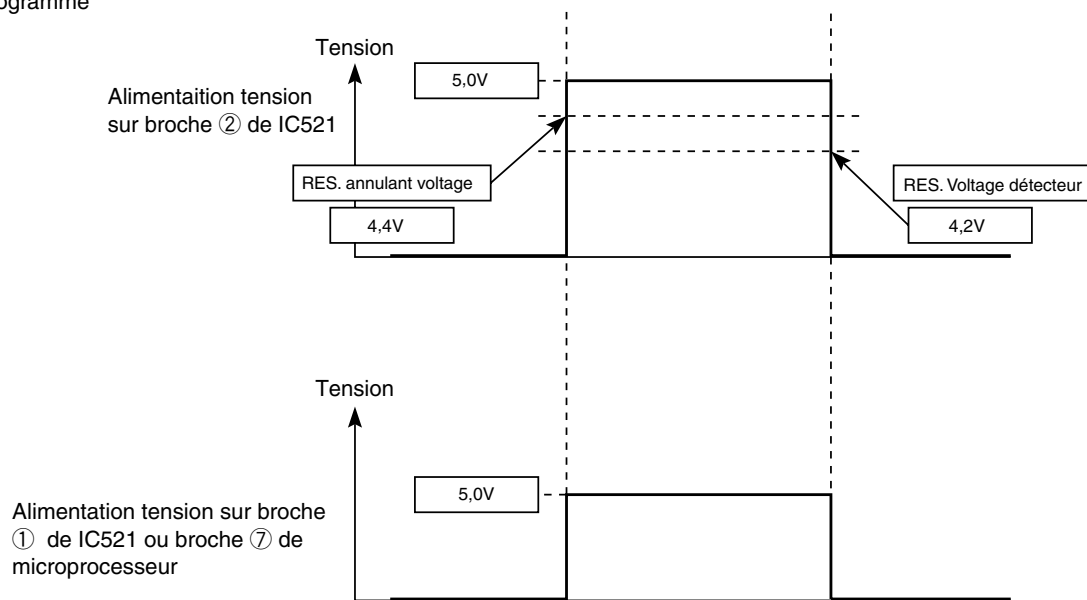

Fig.2-2
- Le microprocesseur opère quand la broche ⑦ du microprocesseur de l'unité intérieure (entrée de remise à zéro) est "Lo" pour la remise à zéro et "Hi" pour le chauffage.
- La forme d'onde de chaque partie à la commutation d'alimentation MARCHE et à l'extinction est indiquée sur la Fig. 2-2.
- Après la mise sous tension, la broche ① d'alimentation tension de IC521 et la broche ⑦ de microprocesseur deviennent Hi quand la ligne 5V CC augmente et atteint environ 4,4V ou plus.